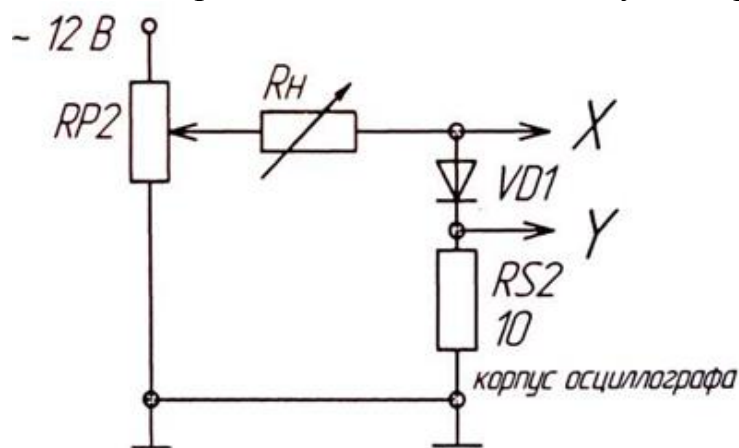

Рисунок 2.3–Схема для получения ВАХ диода на экране осциллографа
7. Какие погрешности можно ожидать при осциллографировании по схеме рис. 2.3?